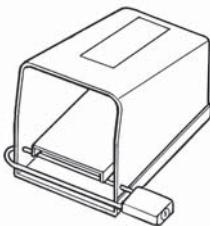

Рисунок 1 – Заблокированный педальный выключатель
- Заблокируйте педальный выключатель, если станок не используется (Рисунок 1).** Это позволяет избежать случайного запуска.